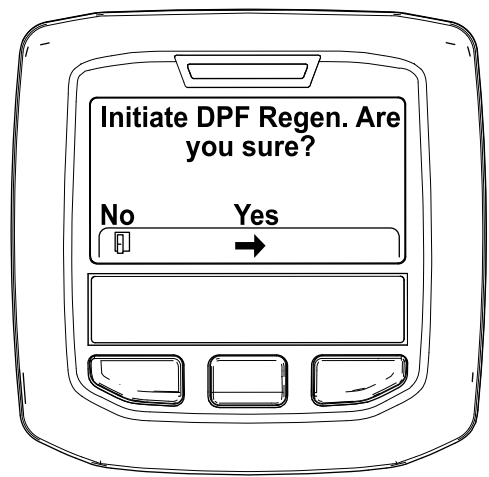

Figura 46
- Cuando aparezca el mensaje "Initiate DPF Regen. Are you sure?" (Iniciar regeneración de DPF, ¿está seguro?), pulse el botón central (Figura 46).